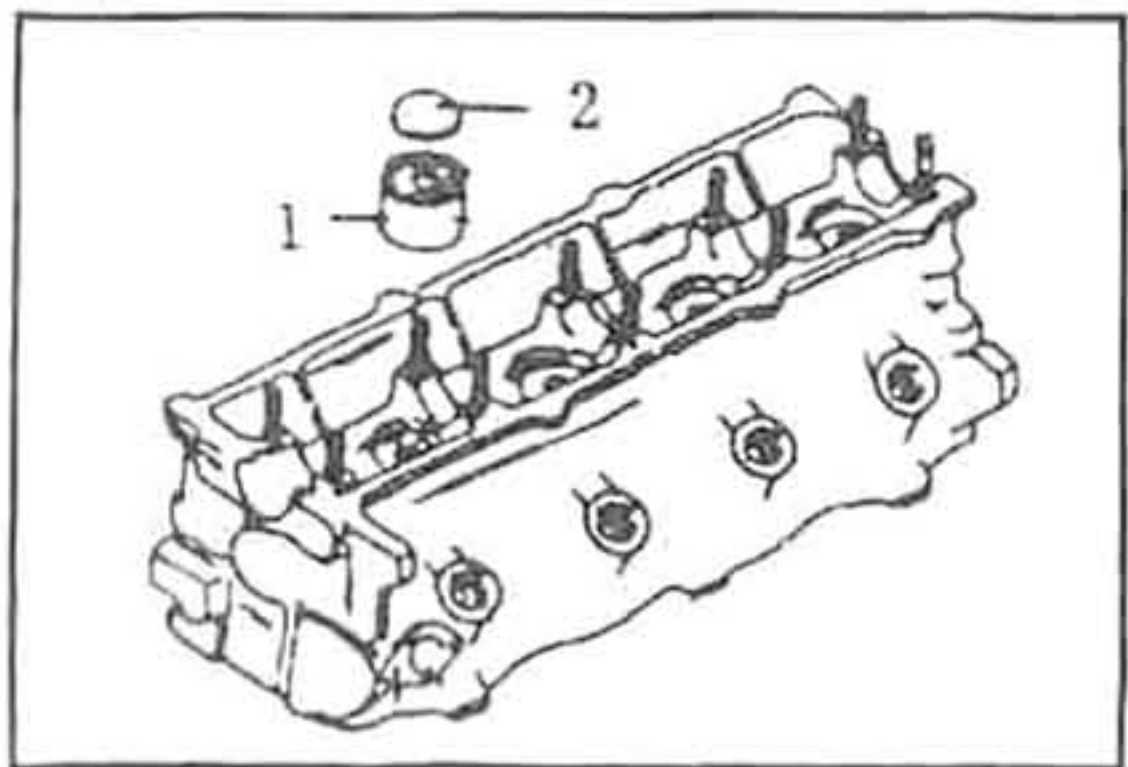

Рис. 39. 1. Толкатель. 2. Шайба.
2. Через чашечный толкатель (рис. 39).